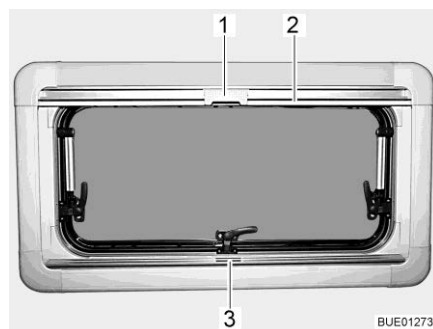

Fig. 102 Finestra apribile
- Afferrare la tendina oscurante pieghevole per la parte centrale della barra di presa (Fig. 102,3), tirarla dal basso verso l'alto e rilasciarla nella posizione desiderata. La tendina oscurante pieghevole rimane in questa posizione.
- Tirare la zanzariera a rullo accompagnandola con la barra di presa (Fig. 102,2) verso il basso, fino a quando la barra di presa non arriva a contatto con la tendina oscurante pieghevole (Fig. 102,3).
- Bloccare l'aggancio (Fig. 102,1) della zanzariera a rullo nella barra di presa della tendina oscurante pieghevole.
- Premere in alto all'indietro l'aggancio (Fig. 102,1) sulla zanzariera a rullo.
- Ricondurre lentamente la zanzariera a rullo accompagnandola con la barra di presa (Fig. 102,2).